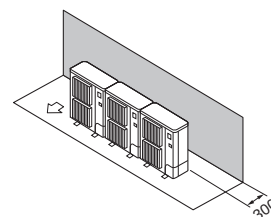

Fig. 2-8
- ① Перешкоди лише ззаду (Fig. 2-8)